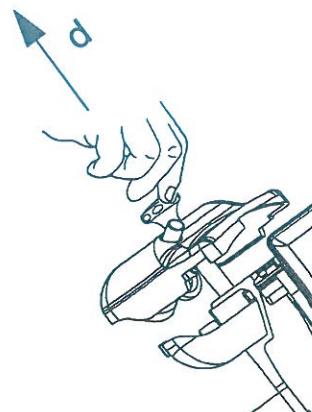

Abb.39
- kontrollieren, dass die Schleifvorrichtung gut auf der Maschine fest sitzt und dass das Oberteil ganz einfach hochgehoben werden kann (Abb. 39 Detail d).